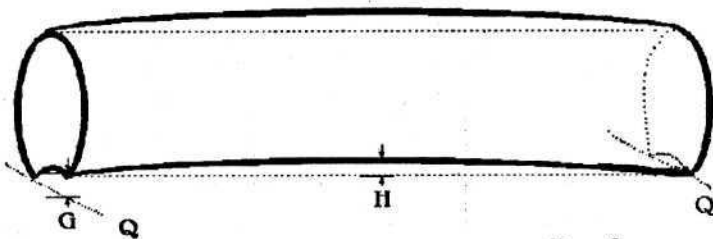

Рис. 3
6. Не желательна кривизна изделий со стрелой прогиба (H) более 0,5% от длины изделия. Измерение стрелы прогиба кривизны проводят с помощью шнура и линейки на поверхности изделия, по всей окружности изделия (см. рис. 3).